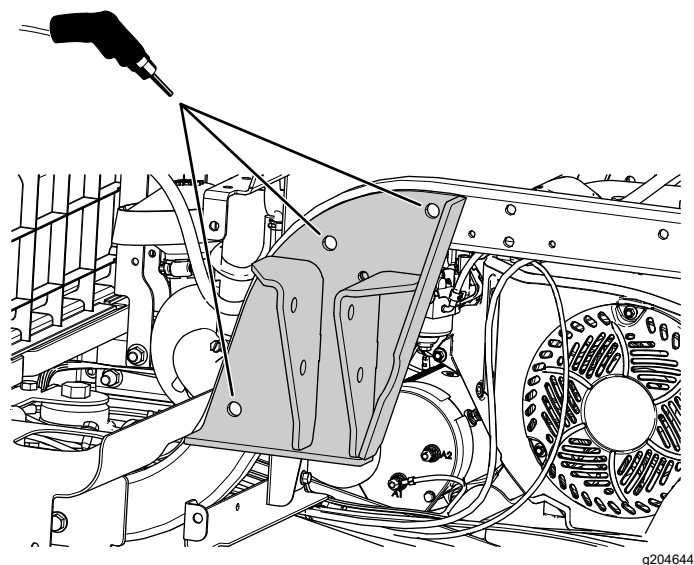

Figura 21
4. Utilizzando una staffa del ROPS come guida, praticate 3 fori (13,5 mm o 17/32") nel telaio (Figura 21).